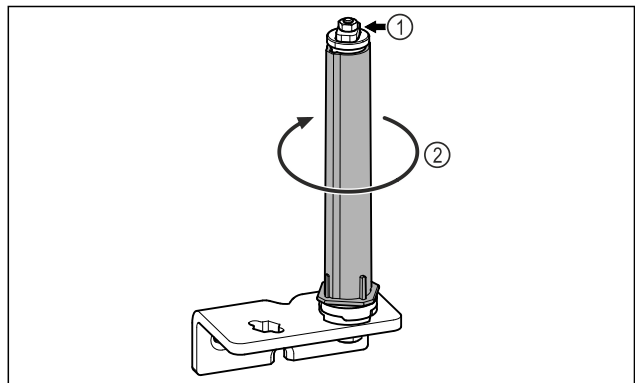

Fig. 18
- Deursluitsysteem Fig. 18 (1) niet demonteren.
- Sluitsysteem Fig. 18 (2) draaien, tot deze vastklikt.